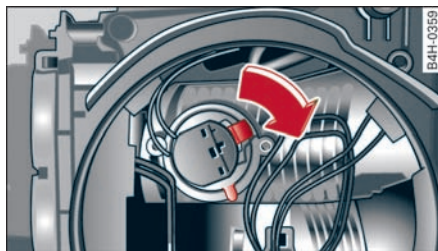

图 271 转弯灯*/前雾灯的灯泡：已在灯座上标记导向凸肩
- ▶ 把插头连同新灯泡放入反射颈中。注意反射颈上标记出来着的导向凸缘必须位于支座中 ⇨ 图 271。